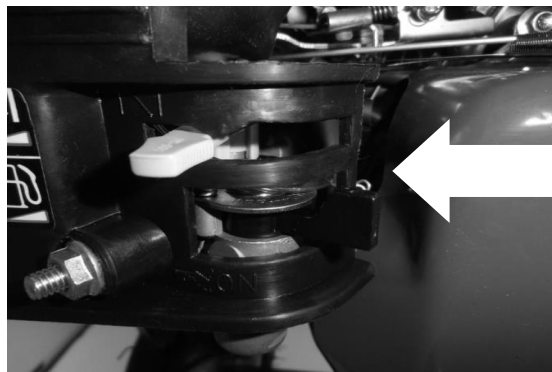

Рис. 5
6.3.2. При запуске холодного двигателя рычаг воздушной должен находиться в положении «закрыто» - крайнее левое положение (рисунок 5).